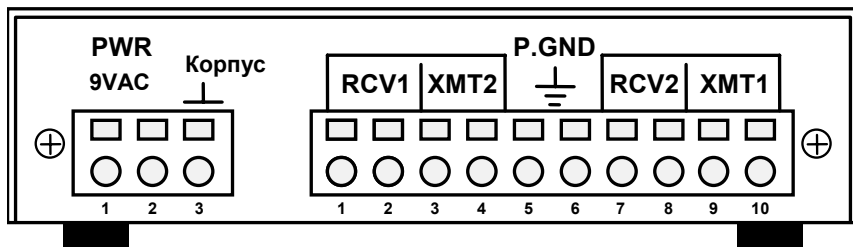

Рис. 7. Задняя стенка регенератора.
На задней стенке регенератора расположены две группы зажимов, как показано на Рис. 7. Первая группа (3 зажима) предназначена для подключения питания регенератора и сигнального заземления (корпуса). Вторая группа (10 зажимов) предназначена для подключения регенератора к линии связи, подключения грозозащитного заземления (P.GND).
Подключение регенератора к сопрягаемым участкам линий связи выполняется в соответствии с Рис. 1. Концы проводников линии связи зачищаются на длине 5..6мм и подключаются к регенератору, см. Рис. 7 на стр.12.
1. Отсоединить линейные провода от всех линейных зажимов регенератора, см.Рис. 7 на стр.12.
5. Установить перемычки между линейными зажимами 1-3 и 2-4, см.Рис. 7. Индикатор **LOS1** должен погаснуть.
6. Установить перемычки между зажимами 7-9 и 10-8, см.Рис. 7. Индикатор **LOS2** должен погаснуть. На передней панели должны гореть только индикаторы **PWR** и **TEST**.